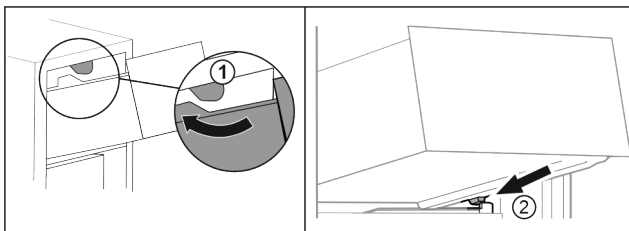

Fig. 27
- ▶ Introduzca el cajón rodeando los topes superiores. Fig. 27 (1)
- ▶ Coloque el cajón inclinado detrás de los topes inferiores sobre la nervadura para recipientes. Fig. 27 (2)